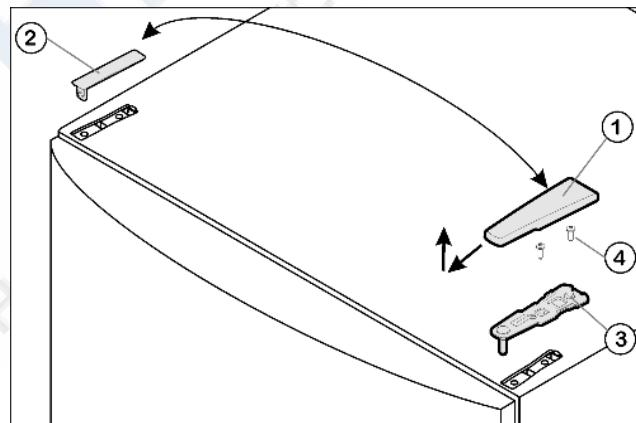

Fig. 4
- Крышку Fig. 4 (1) снимите движением вперед и вверх.
- Снимите крышку Fig. 4 (2).
- Открутите верхний опорный кронштейн Fig. 4 (3)(2 шт. Torx 25) Fig. 4 (4) и вытяните вверх.
- ▶ Установите верхний опорный кронштейн Fig. 4 (3) на новой стороне шарнира и защелкните в дверце.
- ▶ Прикрутите верхний опорный кронштейн **с усилием мин. 4 Нм**(2 шт. Torx 25) Fig. 4 (4). При необходимости проделайте отверстия или используйте аккумуляторную отвертку.
- ▶ Наденьте и защелкните крышку Fig. 4 (1) и крышку Fig. 4 (2) на противоположной стороне снаружи.